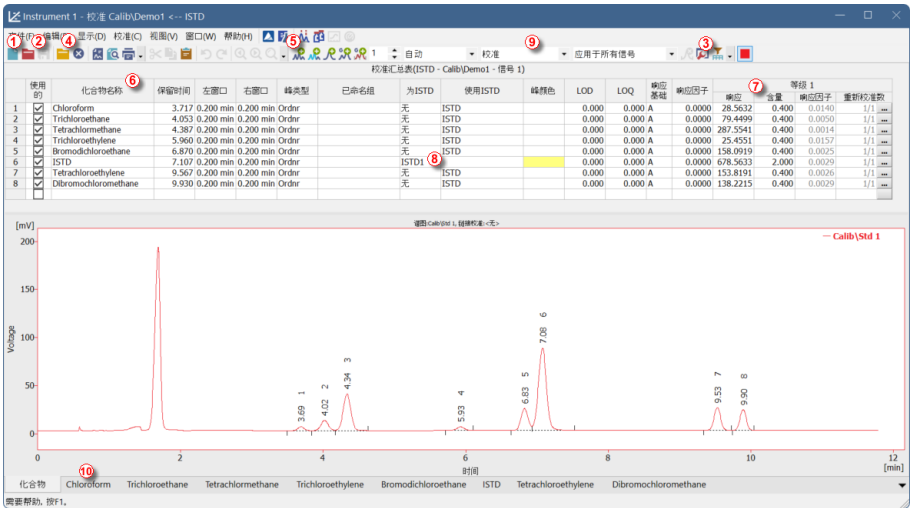

图17: 校准窗口 - 打开标准
- 单击 **结果表** ① 中的一个单元格将为与您刚刚选择的行相对应的峰值 (或选择的多个单元格的峰值) 上色。
- 一次只能激活一个检测器信号。活动信号可通过三种方式识别：第一种是在 **色谱图** ② 右上角的图例部分，活动信号以粗体文字显示；第二种，在 **重叠工具栏** ③ 中，它被标记为一个凹陷的图标 ；第三种，可以通过 **色谱图** 轮廓和表头的颜色来识别哪个是活动信号。通过在图例部分双击活动信号的名称来更改活动信号。你会发现 **结果表** 发生了变化。
- 可以使用 **色谱窗口** ④ 左侧工具栏对应的图标或者直接点击下部的 **积分标签** ⑤ 来修改当前活动的色谱峰的积分。使用任何方式对积分进行修改都将反应在**积分表**中，并且将会保存至示例的方法下。
- 要永久地为色谱峰添加颜色，请单击 **结果** 标签右侧的 **视图按钮** ⑥。这个操作将会链接进校准文件。在**校准汇总表**，找到**峰颜色列**(查看第27页第**图17**)。如果需要对色谱峰修改颜色，可以点击该区域并选择  图标选择色谱峰希望显示的颜色。选择需要的颜色并点击**确定**。关闭**校准**窗口时，系统将要求您保存更改。通过菜单栏的  图标返回**色谱图**窗口。现在在**校准**窗口设置的色谱峰颜色会显示在当前色谱图上。
- 使用 **打开标准**  图标 (黄色) ④ 打开 **STD1.PRM** 数据文件。现在在校准窗口的下方会显示标准品的色谱图。
- 点击 **增加所有**  图标 (蓝色) ⑤ 将所有已定义的色谱峰添加至校准表。校准窗口中显示的表格将如第27页第图17.所示准备完成。
- 如校准汇总表和色谱图所示, 每个峰都是用它们的保留时间来识别的。要标记峰, 请单击化合物名称列 ⑥ 中的区域并将其编辑为第27页第图17.上所示的名称。您还可以在峰颜色列中设置特定峰的颜色, 例如, 将 **ISTD** 峰的颜色设置为黄色。请注意, 所做的更改不会立即影响当前色谱图。
- 根据对应的化合物浓度填写含量列 ⑦ 的数值。在本混合标准品中, 除了第6个色谱峰 (**ISTD**) 外, 其余化合物的含量都是 **0.4**。
- 第6个峰被标记为 **ISTD** 峰。在为 **ISTD** 列更改该化合物的类型为 **ISTD1** ⑧, 并在含量列将数值修改为 **2**。